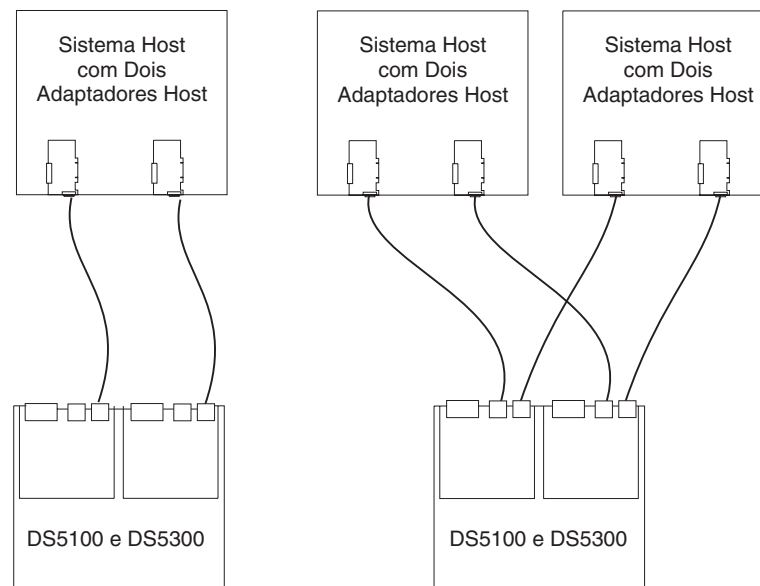
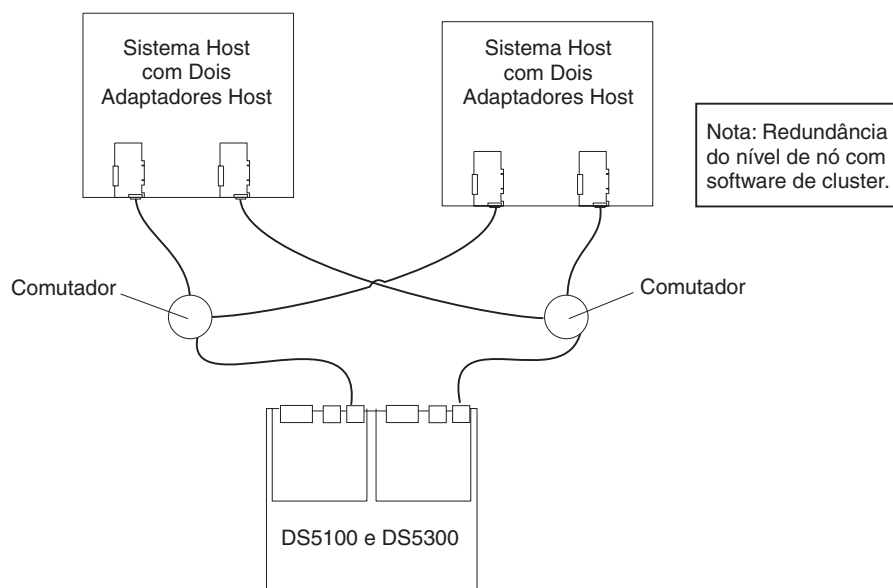

Figura 89. Exemplos de Configurações Fibre Channel de Host Redundante Direto Conectado
Figura 90. Exemplo de configuração de Fibre Channel de malha SAN redundante
- Configurações de loop redundante Fibre Channel do host e da unidade, conforme mostrado na Figura 89 na página 143
Figura 89 é um exemplo de um sistema host para um, ou dois sistemas de host sem comutadores para um. Figura 90 na página 144 é um exemplo de uma configuração de canal de malha SAN redundante.